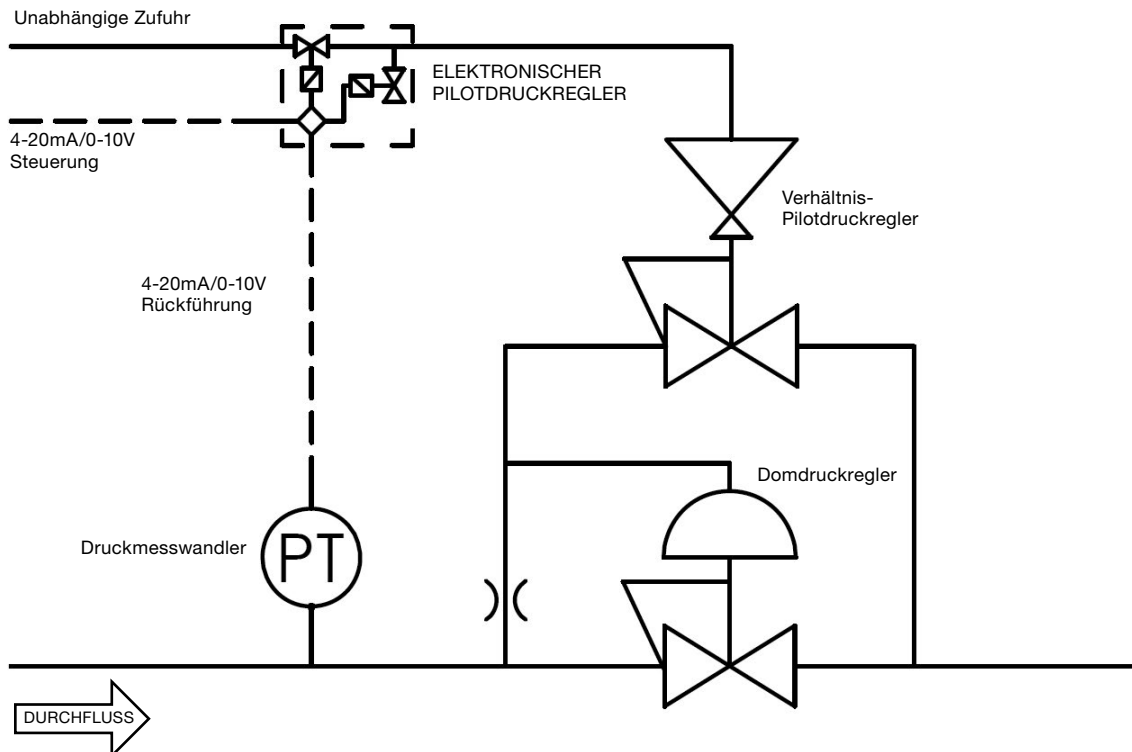

Abbildung 6
- **Verhältnissteuerung** Bei diesem Aufbau wird ein Verhältnis-Pilotdruckregler, der vom Systemdruck gespeist wird, zur Steuerung des Domdrucks verwendet. Der Verhältnis-Pilotdruckregler kann durch eine Kombination aus elektronischem Regler und Druckmesswandler gesteuert werden (Abbildung 6) oder durch eine externe Domeinspeisung. Der Einstelldruck des Verhältnisreglers ist proportional größer als sein Ansprechdruck. Dadurch kann der Hauptregler den vollen Einstelldruck erreichen, während er von einer Niederdruckversorgung gesteuert wird. Dieser Aufbau ist nicht für Flüssigkeitsanwendungen geeignet.